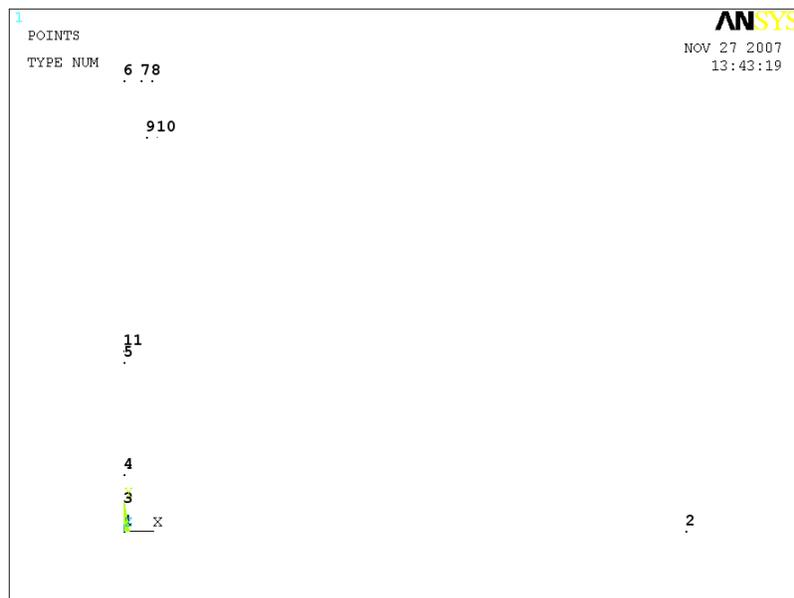

Рисунок 32. Результат создания ключевых точек
- Нажимаем кнопку *OK*, т.к. создание ключевых точек на данном этапе закончено (Рисунок 32).